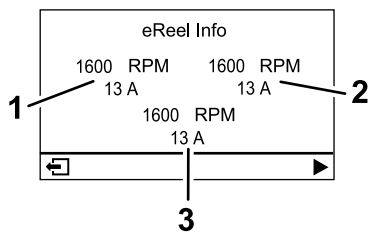

図 26
- **eリールモーター画面 図 26** 各カuttingユニットモーターの回転数と電流を表示します